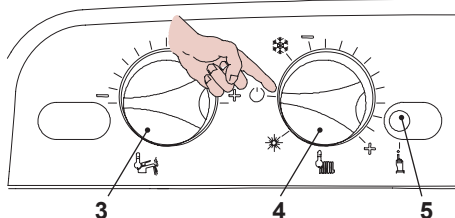

Fig. 6.8
- Spegnere la caldaia portando il selettore di funzione 4 sulla posizione "C" come in Fig. 6.8.